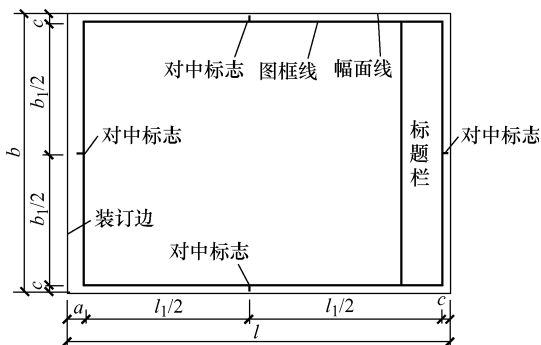
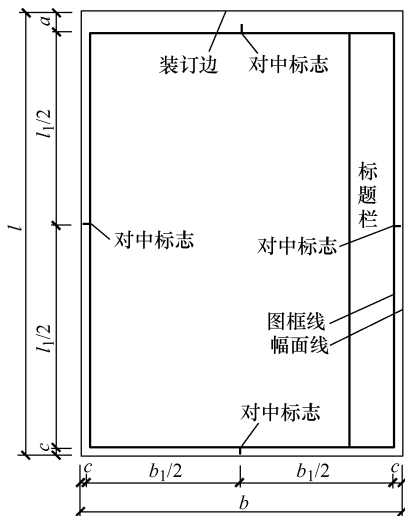

图 1-1 A0 ~ A3 横式幅面 (一)
图 1-4 A0 ~ A4 立式幅面 (二)
(1) 幅面的尺寸见表 1-3 及如图 1-1 ~ 图 1-4 所示。